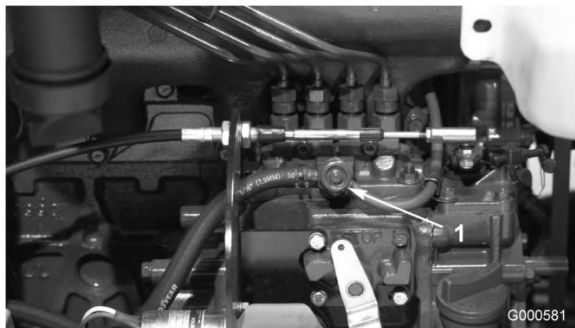

Figura 39
3. Aprite la vite di spurgo dell'aria, situata sulla pompa di iniezione del carburante (Figura 39).